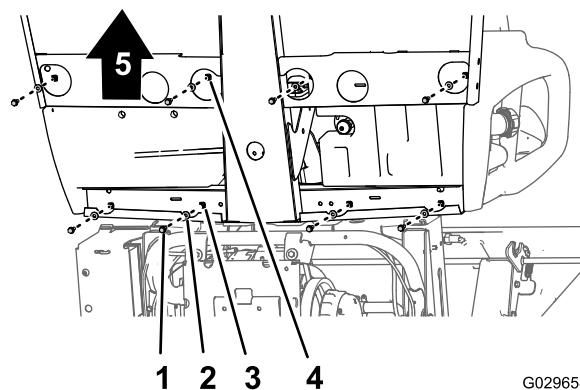

Figure 41
- Au bas de la machine, retirez les 8 boulons à embase et les 8 rondelles qui fixent la base des sièges au plancher et au profilé arrière de la cabine (Figure 41).
- Déposez les sièges, la base et les câbles de frein de stationnement de la machine (Figure 41) avec précaution.
1. Soulevez les sièges et leur base, placez-les sur la machine et alignez les câbles de frein sur le châssis (Figure 41 et Figure 42).
2. Alignez les trous dans la base des sièges et les trous dans le plancher et le profilé arrière de la cabine (Figure 41 et Figure 42).